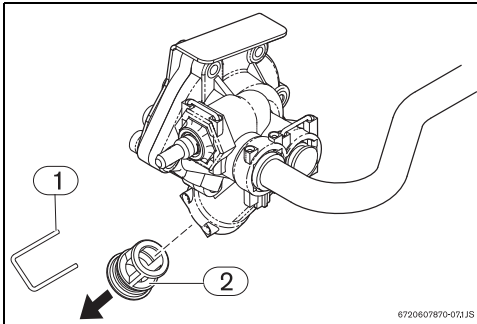

Fig. 9 Svuotamento
- ▶ Rimuovere il fermaglio dall'alloggiamento del filtro (Fig. 9, [1]) sul gruppo acqua.
- ▶ Estrarre il tappo (Fig. 9, [2]).